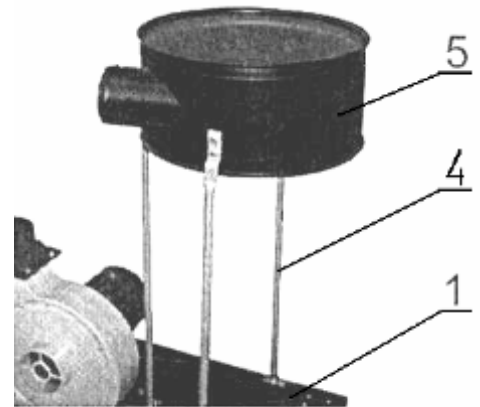

Рисунок 5.
4. Установите и закрепите стойки 4 к основанию 1, установите и закрепите корпусную часть пылесоса 5 на стойках 4 (рис. 5.).